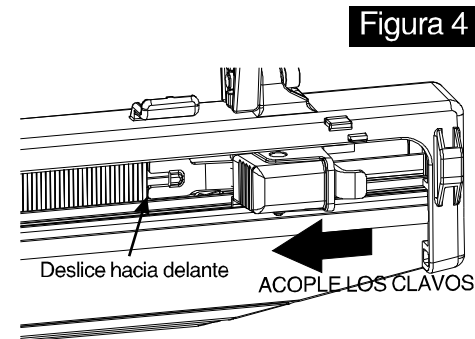

Figura 4
4. Una vez que el disparador golpee la parte trasera de la recámara, deje que el disparador se deslice hacia delante y acople los clavos, empujándolos hacia la punta de la herramienta. (Vea figura 4)